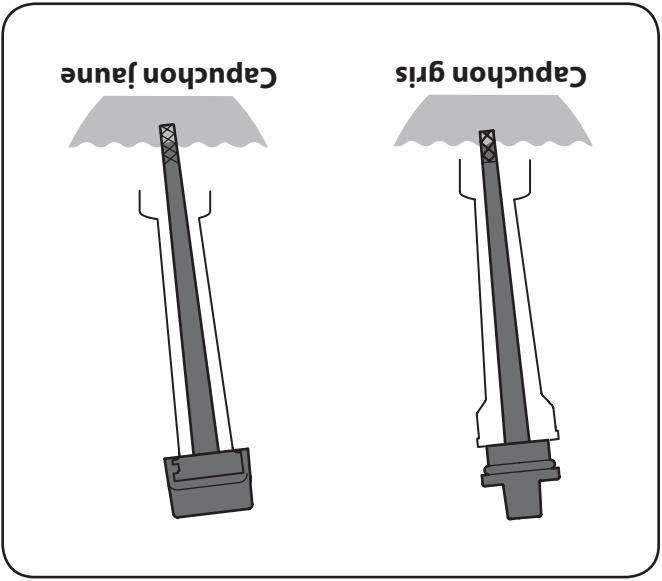

Figure 3-3
2. Enfoncez la jauge à huile dans le goulot de remplissage de l'huile. Tournez la jauge 1/4 de tour en position verrouillée pour bien l'ajuster. Voir la Fig. 3-3.
- 2. Enfoncez la jauge à huile dans le goulot de remplissage de l'huile sans la visser. Voir la Fig. 3-3.